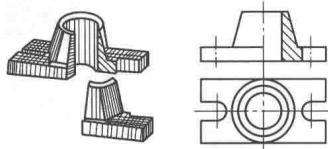

图 1-7 半剖视图
①全剖视。把机械零件整个地剖开后得到的视图,一般用于外形简单和不对称的零件。
②半剖视。对称的部件一般采用半剖视的方法,只剖一半,另一半的外形用对称线作为剖切线的分界线。见图 1-7。